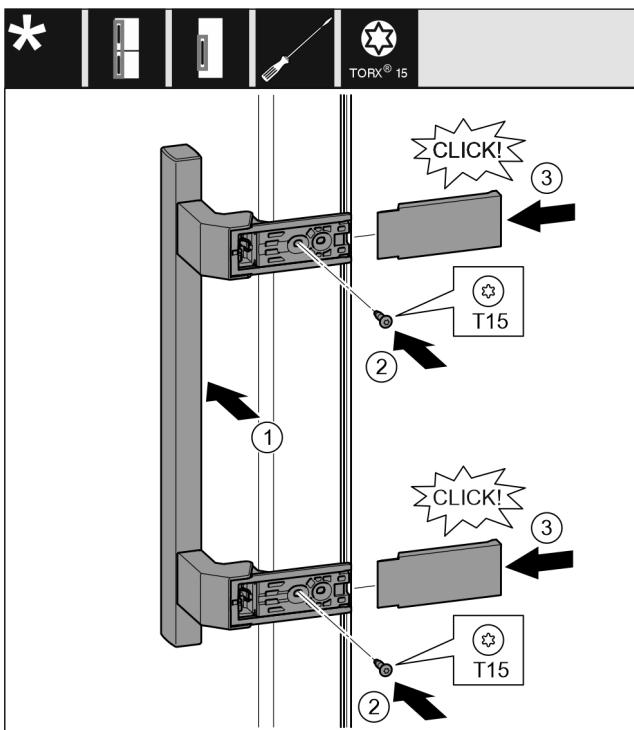

Fig. 29
- Držadlo nasadťte na opačnú stranu. Fig. 29 (1)
- Skrutkovačom T15 pevne zaskrutujte skrutky. Fig. 29 (2)
- Kryty nasadťte a nasuňte zboču. Fig. 29 (3)